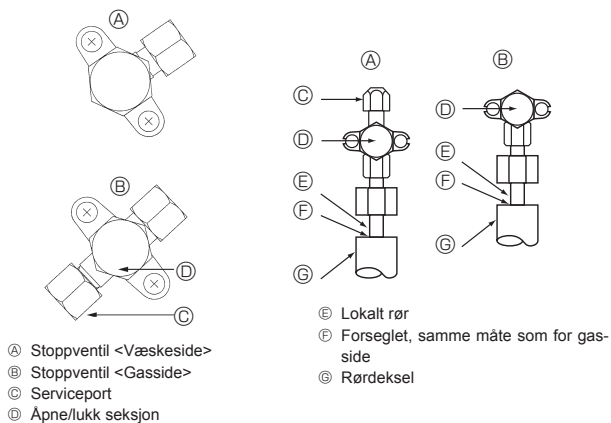

Fig. 4-4
4.4. Kjølemiddelrør lufttetthetstestingsmetode (fig. 4-4)